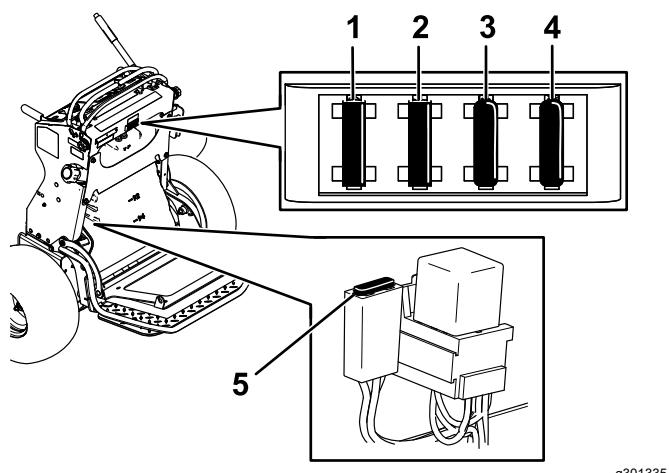

Рисунок 56
- Выньте предохранитель и замените его (Рисунок 56).